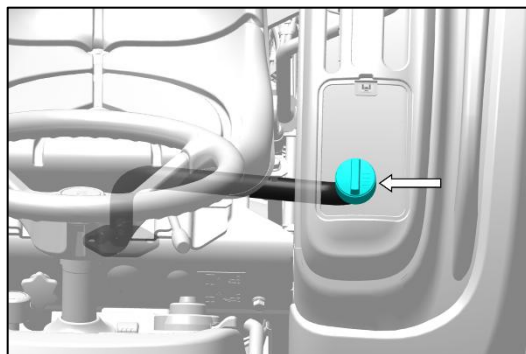

Abb. 183 – ÖLEINFÜLLSTOPFEN
6. Füllen Sie frisches Hydrauliköl der empfohlenen Qualität durch die Einfüllöffnung ein, wie in Abb. 183 dargestellt. Warten Sie, bis sich das Öl gesetzt hat. Kontrollieren Sie den Ölstand mit dem Messtab.